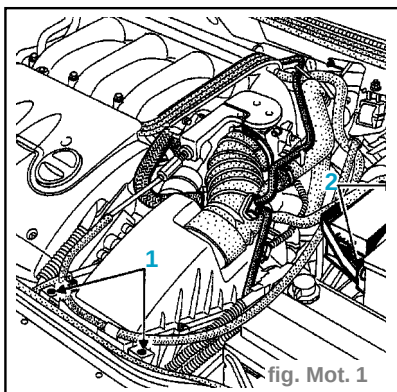

fig. Mot. 1
- le support faisceau en (1), (fig. Mot. 1)
- le support relais en (2),